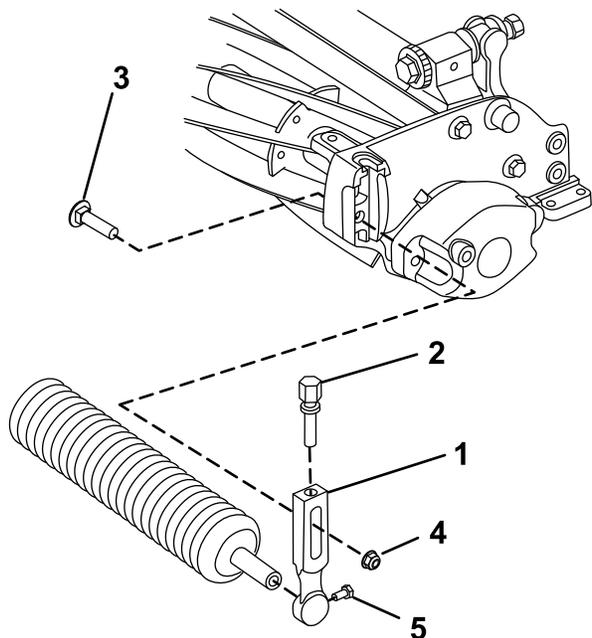

Figura 3
1. Retire o parafuso do arado e porca de bloqueio flangeada que prendem um dos braços da altura de corte à placa lateral da unidade de corte (Figura 3).
3. Deslize o veio do rolo para o braço da altura de corte na extremidade oposta da unidade de corte (Figura 3).
4. Deslize o suporte HOC para o veio do rolo (Figura 3).
5. Instale, sem apertar, o rolo na unidade de corte com o suporte HOC e dispositivos de fixação previamente removidos (Figura 3).
7. Aperte os parafusos de montagem do rolo (Figura 3).
2. Desaperte os parafusos de montagem do rolo nos suportes da altura de corte (Figura 3).